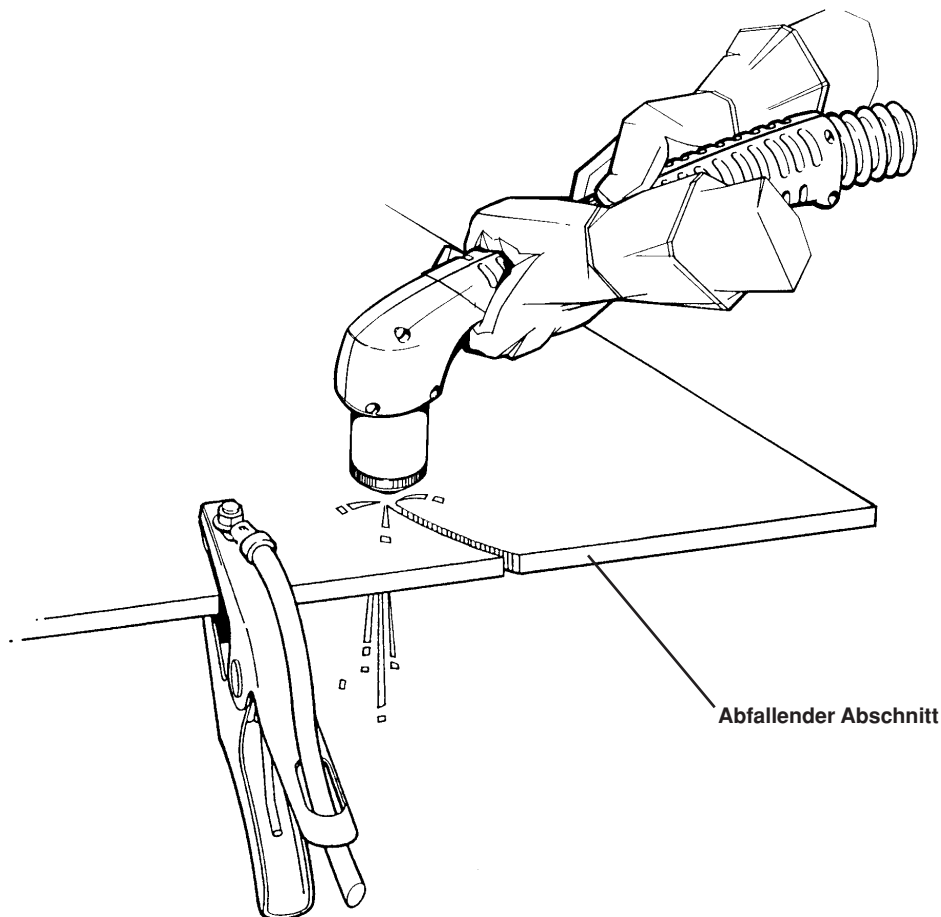

Abbildung 3-9 Richtigter Werkstückerdklemmenanschluß
2. Die Werkstückerdklemme nicht an den Abschnitt des Werkstückes befestigen, der abfallen wird (siehe Abb. 3-9).